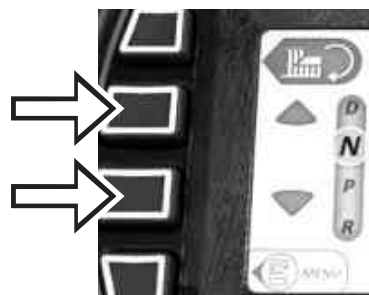

Fig. 14B - Impostare la modalità di azionamento
3. Sul display, selezionare la modalità di azionamento desiderata (Guida (D) o Retromarcia (R)) (Fig. 14B). L'icona "Avvio/arresto dell'azionamento" cambia colore da grigio a verde.